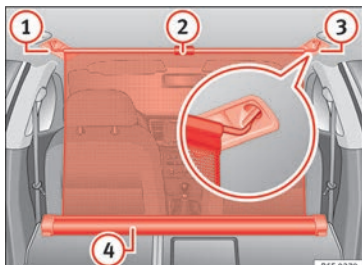

Fig. 174 En el maletero: red de separación enganchada con los respaldos del asiento trasero abatidos.
- Tire hacia arriba de la lengüeta » **fig. 174 ②** para sacar la red de la carcasa » **fig. 174 ④**.
- Enganche la red de separación en el lado derecho » **fig. 174 ③** (imagen ampliada).
- Enganche la red de separación en el alojamiento del lado izquierdo » **fig. 174 ①** estirando la barra.
La red de separación está correctamente montada cuando los extremos en forma de T están enganchados firmemente en los alojamientos correspondientes » **fig. 174 ③** y **①**.
- Enrolle la red en la carcasa » **fig. 174 ④** bajándola con la mano.